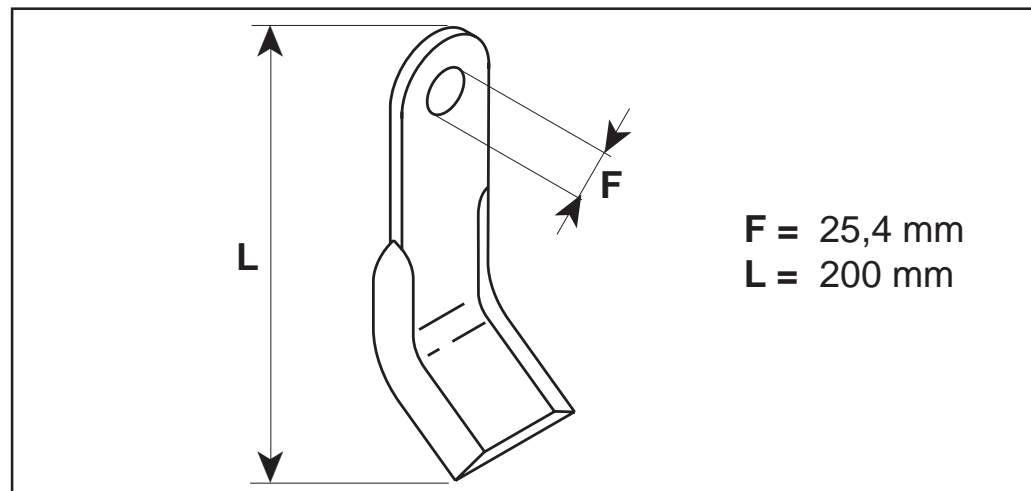

Fig. 12
- Il foro (F Fig. 12) del perno non deve essere ovalizzato oltre 2 mm dal diametro originale.
- La lunghezza (L Fig. 12) del coltello non deve essere ridotta oltre 200 mm.
- *The hole (F Fig. 12) of the pin must not become ovalized more than 2 mm in respect of its original diameter.*
- *The length of the blade (L Fig. 12) must not be reduced more than 200 mm.*
- Die Bolzenöffnung (F Abb. 12) darf um nicht mehr als 2 mm über ihren Originaldurchmesser abgeflacht werden.
- Die Länge des Messers (L Abb. 12) darf um nicht mehr als 200 mm gekürzt werden.
- *Le trou (F Fig. 12) du goujon ne doit pas présenter une ovalisation de plus de 2 mm par rapport au diamètre original.*
- *La longueur (L Fig. 12) de la lame ne doit pas être réduite de plus de 200 mm.*
- El agujero (F Fig. 12) del perno no tiene que ser ovalado más de 2 mm. del diámetro original.
- La longitud (L Fig. 12) de la cuchilla no tiene que reducirse más de 200 mm.